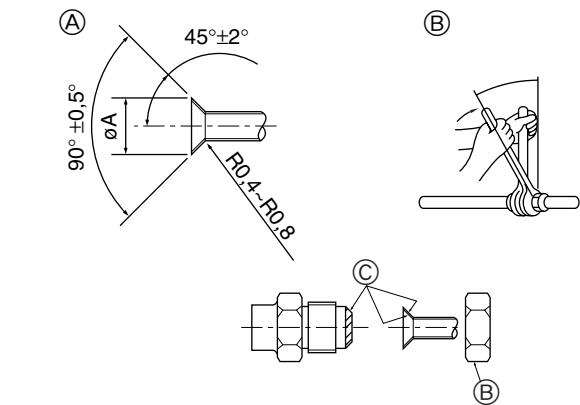

Fig. 3-2
3.2. Connexion des tuyaux (Fig. 3-2)
① Dimension de l'évasement